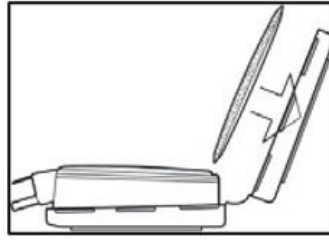
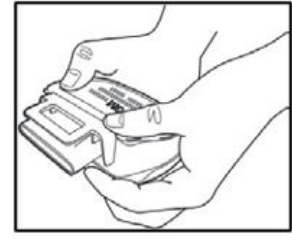

Fig.7
Fig.8
3. Oriente un filtro en la otra mitad del retenedor del filtro de modo que la forma del filtro se alinee con la forma del retenedor del filtro y el lado impreso del filtro quede hacia abajo (Fig. 7). Envuelva el extremo opuesto del retenedor alrededor del cartucho y asegúrelo presionando hacia abajo las cuatro esquinas del retenedor del cartucho/filtro (Fig. 8).